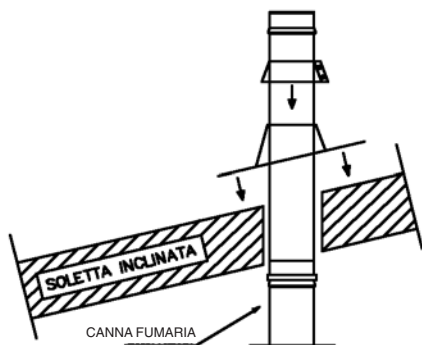
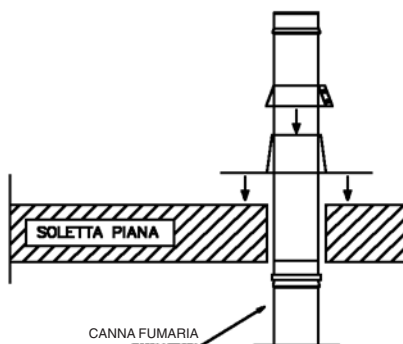

FIG. 4A *Schema di montaggio del faldale inclinato con fascetta per faldale*
FIG. 4B *Schema di montaggio del faldale piano con fascetta per faldale*
- 2) avvolgere il tubo e il cono del faldale con la fascetta per faldale serrando le viti e sigillando il tutto con un leggero velo di silicone, come illustrato nella fig. 4a e fig. 4b.